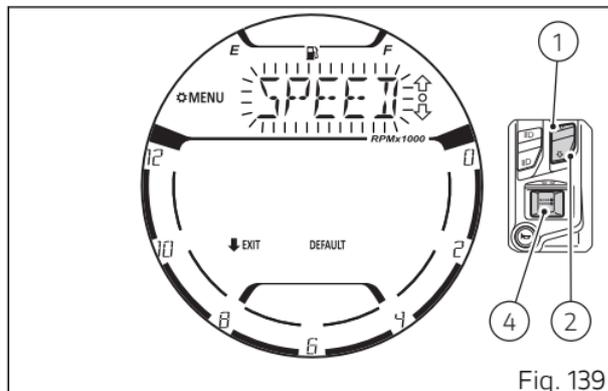
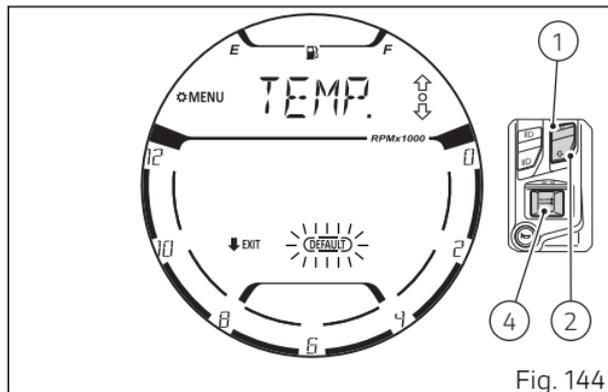

Fig. 139
Fig. 144
"SPEED" (Fig. 139).
Cada vez que se presiona el pulsador (1) o el pulsador (2) el salpicadero visualiza de manera parpadeante y progresiva, la configuración "TEMP.", el borde de la inscripción "DEFAULT" (Fig. 144) para luego volver al valor "SPEED" (Fig. 139) parpadeante.
Mediante los pulsadores (1) y (2) seleccionar la indicación "DEFAULT" con borde parpadeante (Fig. 144) y presionar el pulsador (4).